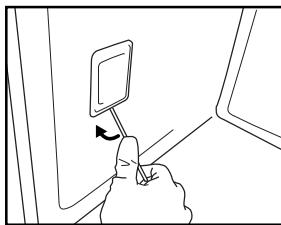

Fig.7
3. Skub forsigtigt lampeglasset af med en skruetrækker (fig. 7).